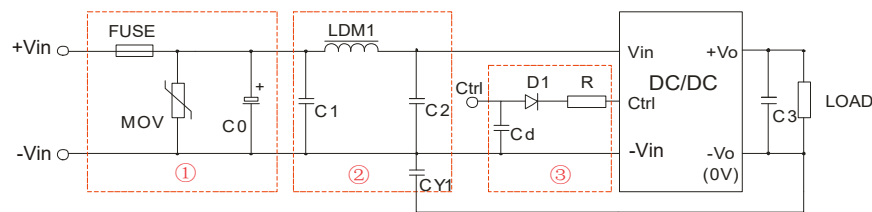

图 3
辐射骚扰	CISPR32/EN55032 CLASS B (推荐电路见图3-②)
①图3中第①部分用于EMS测试;第②部分用于EMI滤波,可依据需求选择;
②V_c为Cnt端相对于输入地-V_{in}的电压,V_D为D1的正向导通压降,I_c为流入Ctrl端的电流,一般取5-10mA, Cnt端外围电路如图3-③;
③若图中元器件无附其参数说明,则此型号外围中不需要这个元器件。